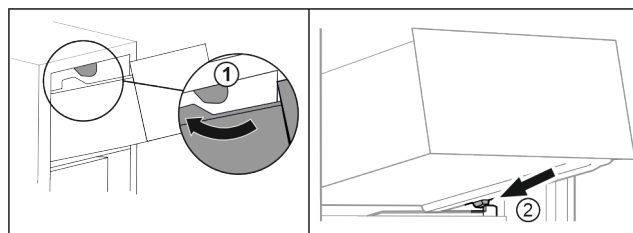

Fig. 94
- Guider le tiroir en contournant les butées supérieures. Fig. 94 (1)
- Placer le tiroir, en l'inclinant, derrière les butées inférieures sur la nervure de récipient. Fig. 94 (2)